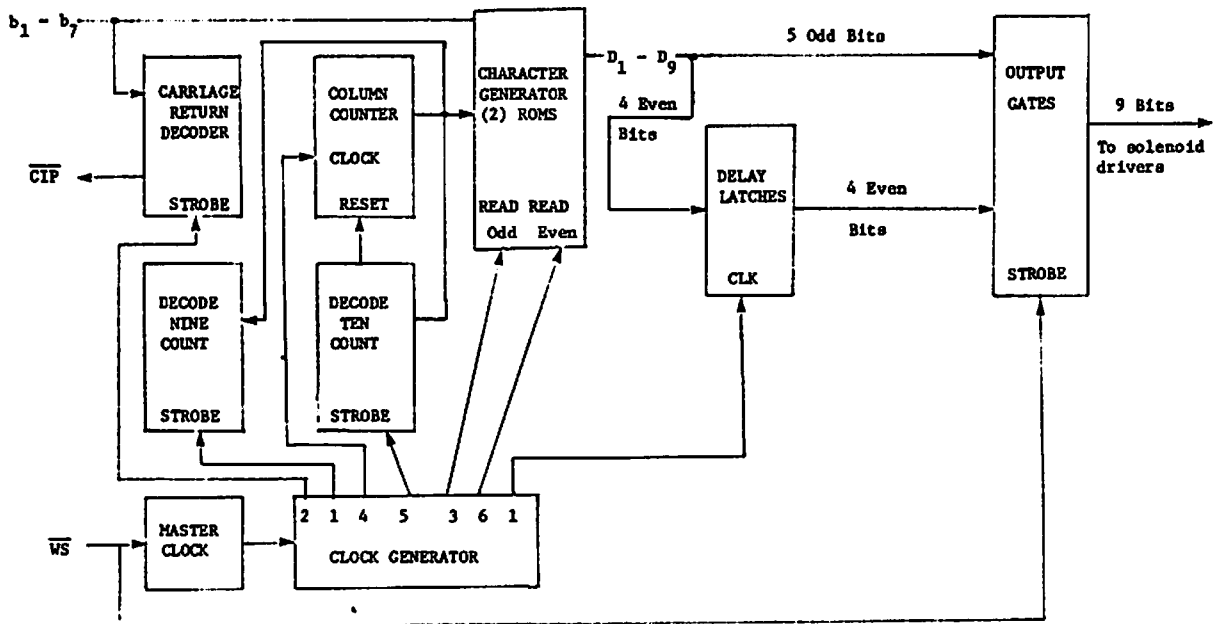

FIGURE 4-4 PRINT OPERATION
4.2.3 PRINT OPERATION (Figure 4-4)